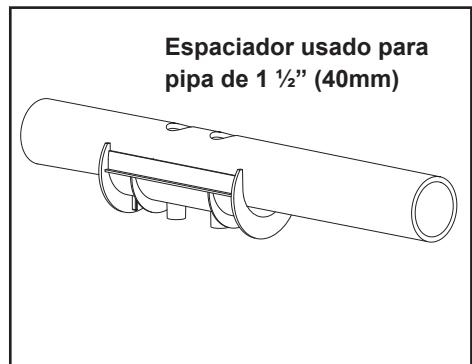

Figura 9. Espaciador de tubo
8. Utilice el espaciador como se indica si el montaje es de un 1 ½ pulgadas (40mm) la cañería (ver Figura 9).